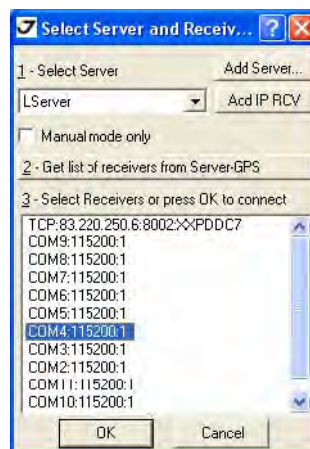

Рисунок 3-4. TriVU. Выбор порта
9. Запустите TriVU. Выберите порт компьютера, к которому подключен TRIUMPH-1, и нажмите OK (Рис. 3-4).